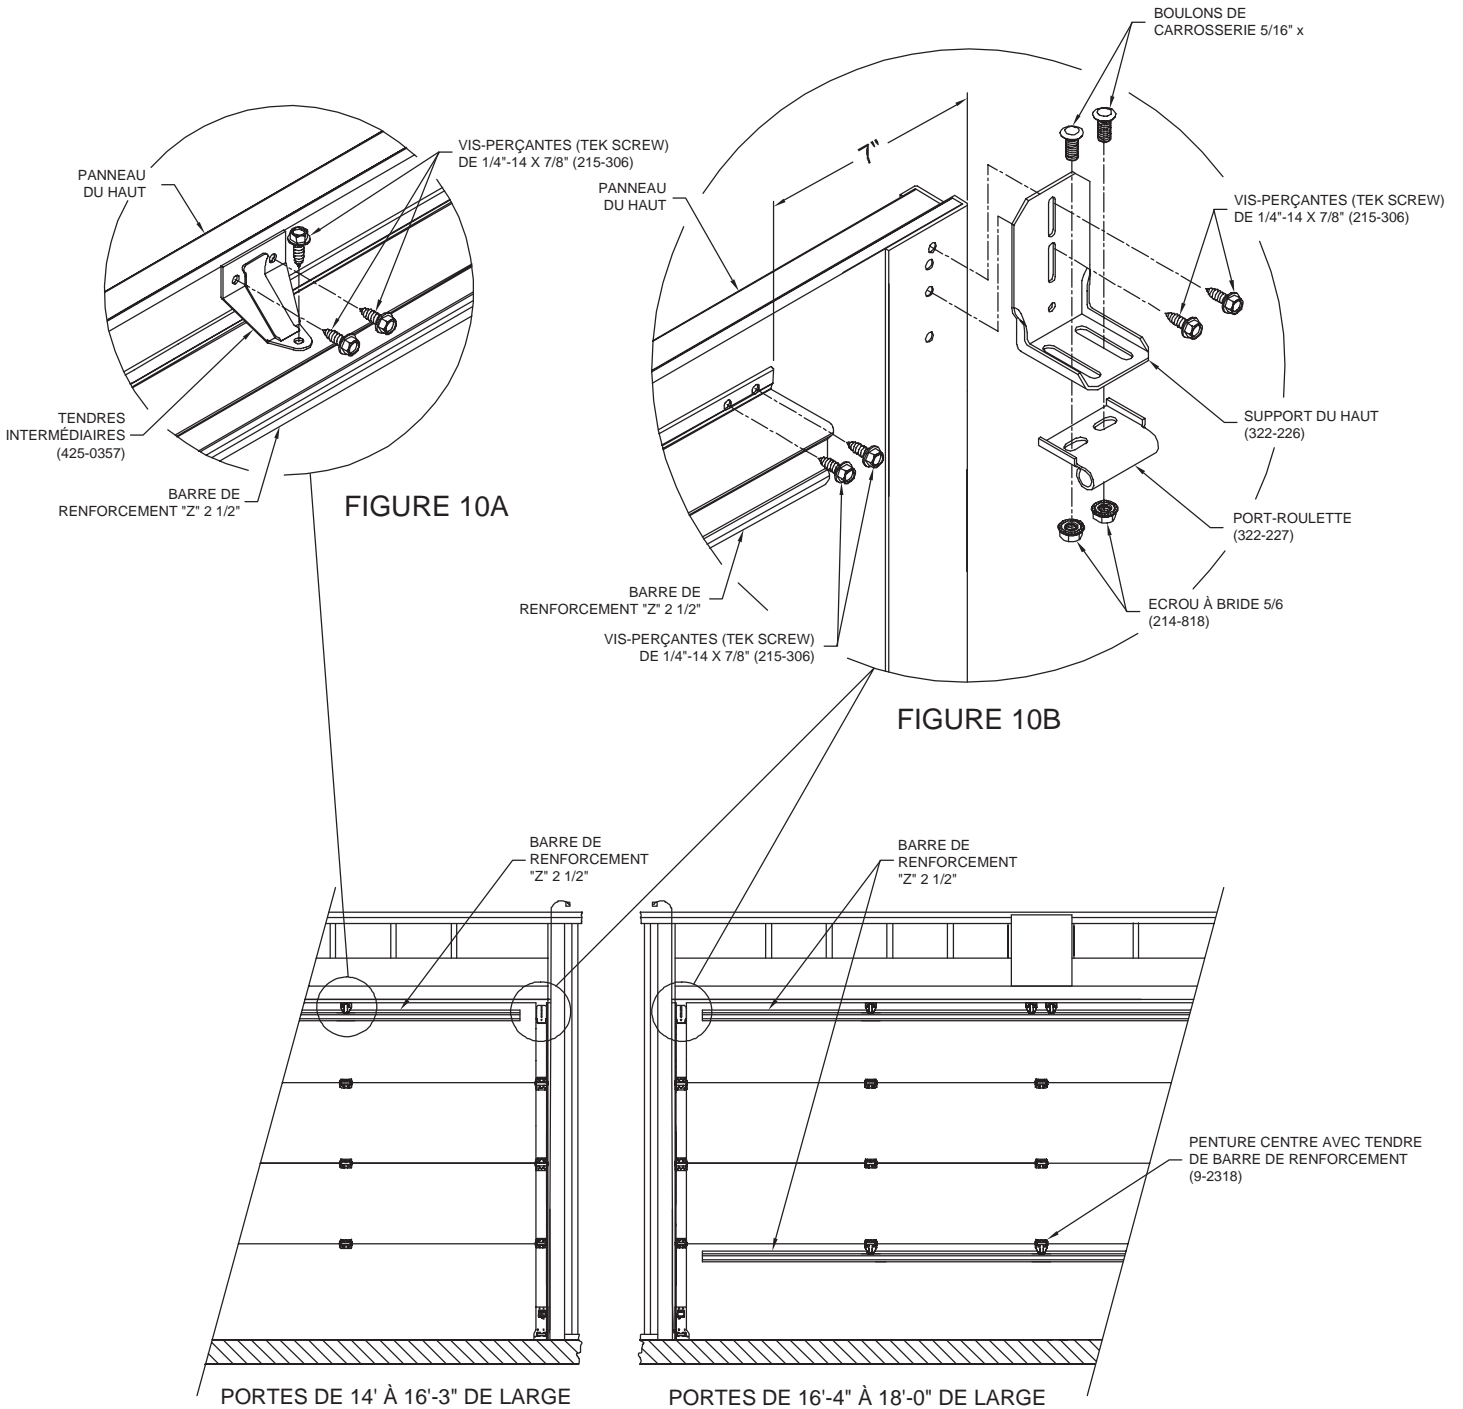

FIGURE 11
- 18)** Pour les portes de 16'-4" et plus large, une deuxième barre de renforcement doit être installée, cette barre doit être attachée de même façon que la barre supérieure mais doit être supporté avec des tendre-pentures, voir figure 11.